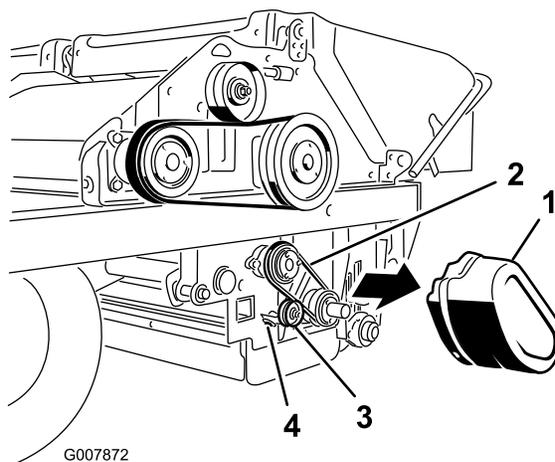

図 62
1. ベルト・カバー図 62を取り外す。
2. アイドラプーリのナットをゆるめる図 62。
3. アイドラ・プーリをベルトに押し付け、アイドラ・プーリのナットを締め付ける図 62。